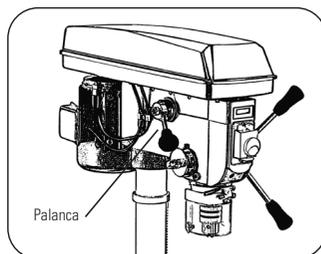

FIGURA 8.14b
- La regulación de velocidad en el modelo FSBE 16 TORK se realiza mediante la palanca (Figura 8.14b) sin necesidad de ajustes en las correas.